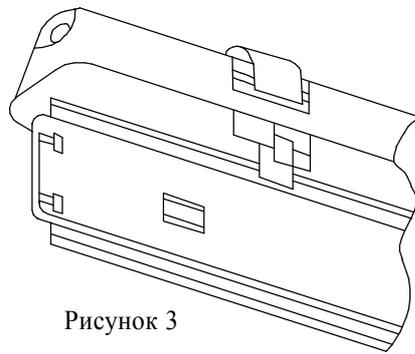

Рисунок 3
6.6 Подвесить панель поз.2 на крючки фиксаторов внутри корпуса через боковые отверстия (3,5x10) в панели (см. рис. 3, Приложение А).